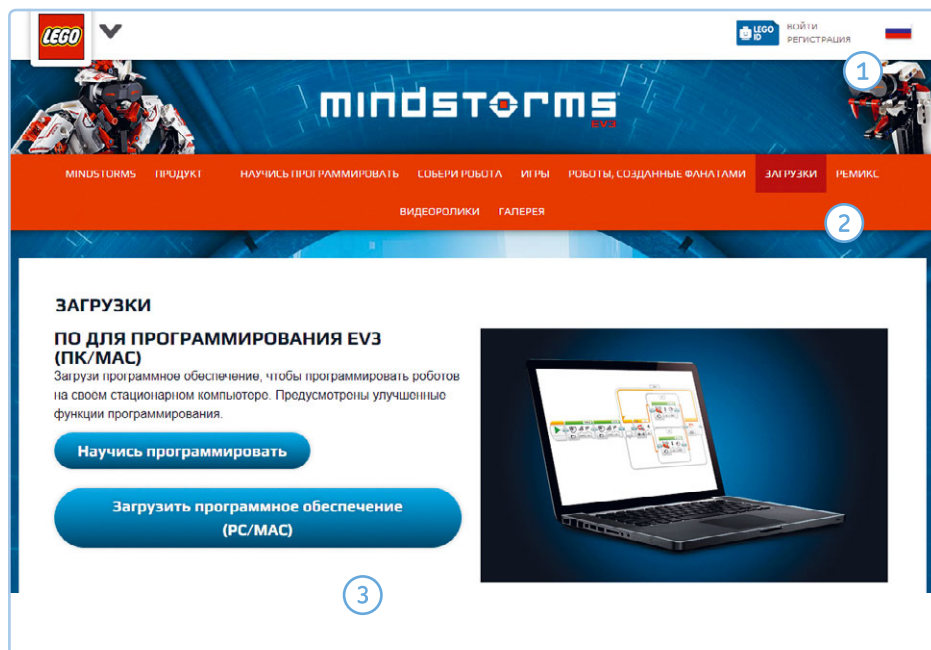

Рис. 1.8. Страница загрузки на веб-сайте LEGO MINDSTORMS EV3. Здесь вы тоже можете загрузить дополнительный контент, например руководство пользователя
1. Перейдите по ссылке www.lego.com/ru-ru/mindstorms/. Выберите желаемый язык, а затем щелкните мышью по ссылке **Загрузки** (Downloads). Прокрутите страницу и нажмите кнопку **Загрузить программное обеспечение (PC/MAC)** (Download Software (PC/MAC)), как показано на рис. 1.8. Обратите внимание, что вы можете выбрать любой язык интерфейса, но в этой книге описана русская версия.